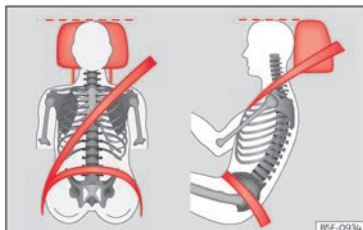

Abb. 17 Richtiger Gurtbandverlauf und richtige Kopfstützeinstellung.
kopf so nah wie möglich an der Kopfstütze positionieren »» (Abb. 17).
- Fahrersitz in Längsrichtung so einstellen, dass die Pedale mit leicht angewinkelten Beinen durchgetreten werden können und der Abstand zur Schalttafel im Kniebereich mindestens 10 cm (4 Zoll) beträgt »» (Abb. 17).